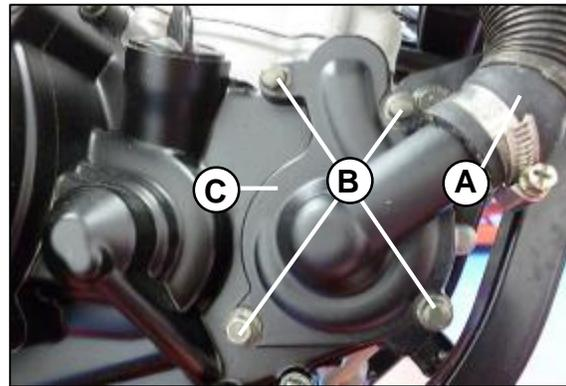

Fig.21
Desconecte la manguera (A), remueva los tornillos de la bomba (B), retire la tapa de bomba (C). **Fig. 21**